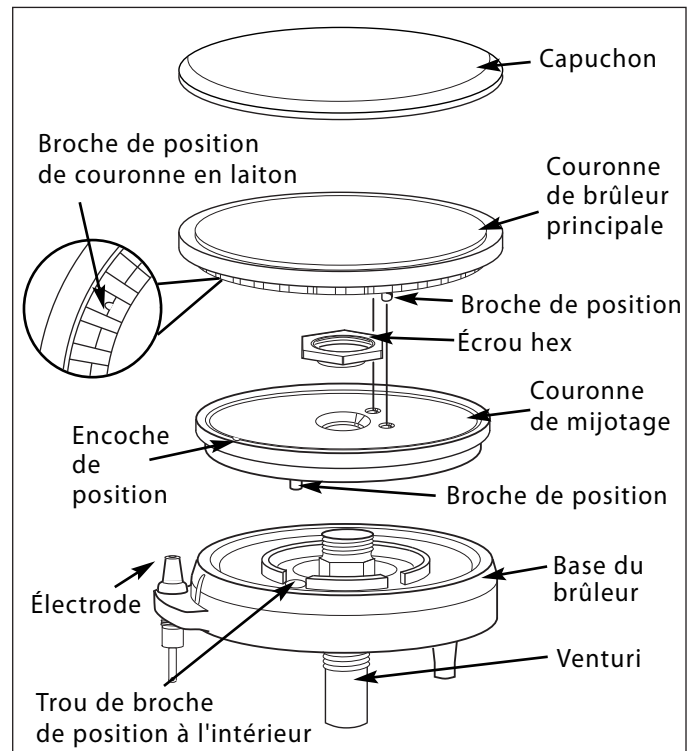

Fig. 14
Pour assurer un bon allumage et une bonne performance des brûleurs, gardez-les dans un état propre. Vous devez nettoyer les brûleurs s'ils ne s'allument pas même si l'allumeur clique, après chaque débordement important ou si la flamme ne devient pas bleue. Assurez-vous que tous les boutons des brûleurs sont en position OFF avant d'essayer de nettoyer les brûleurs. Les brûleurs ont été conçus pour être faciles à nettoyer. Une fois les grilles et brûleurs refroidis, retirez les grilles. Les capuchons de brûleur et les couronnes en laiton peuvent être facilement enlevés. Lavez ces pièces dans de l'eau savonneuse chaude, rincez et séchez soigneusement. Les capuchons de brûleur sont en émail de porcelaine; suivez les instructions données à la page précédente concernant les grilles des brûleurs. Utilisez au besoin une brosse en soies pour nettoyer les ports dentés des brûleurs. Le démontage de la couronne de mijotage n'est pas recommandé; cela peut toutefois s'avérer nécessaire si les ports restent bouchés après un nettoyage normal. Si vous devez retirer la couronne de mijotage de sa base, enlevez l'écrou hex de la partie supérieure de la couronne de mijotage. Nettoyez la couronne de mijotage avec de l'eau savonneuse chaude à l'aide d'une brosse en soies douce métallique ou en plastique, puis séchez soigneusement. Réassemblez les pièces à l'aide de l'écrou hex. Après le nettoyage, il est important de vous assurer que la broche de position au bas de la couronne de mijotage est correctement alignée avec le trou correspondant de la base et que les deux broches de positions (voir encart, Fig. 14) au bas de la couronne en laiton sont correctement alignées avec l'encoche de position et les trous centraux en haut de la couronne de mijotage. Un mauvais alignement produira une flamme potentiellement dangereuse et entraînera un mauvais fonctionnement du brûleur (voir fig. 14).
- Est-ce que le brûleur à deux morceaux est assemblé correctement? (Voir la page 23, Fig. 14)
- Est-ce que la tête du brûleur est alignée correctement? (Voir la page 23, Fig. 14)